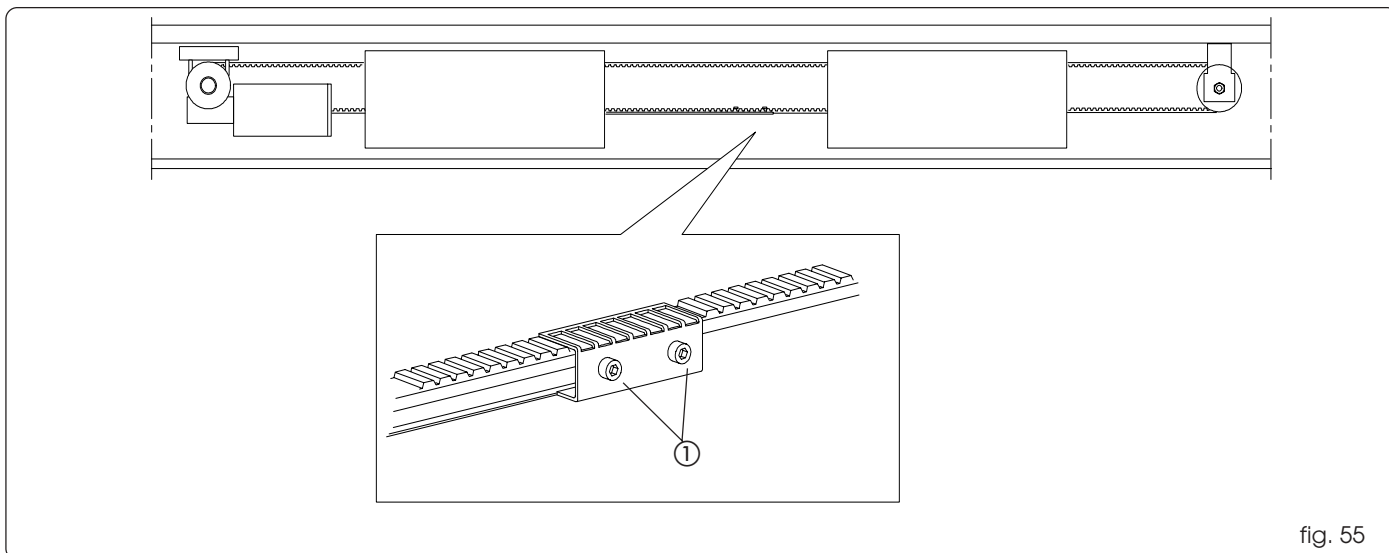

fig. 55
Il modulo di azionamento, viene fornito con una sola asta di movimentazione già fissata alla cinghia, collegata sempre al ramo inferiore e rivolta verso sinistra (fig. 55).
Nel caso di porte anta singola apertura sinistra è necessario allentare le due viti di bloccaggio (fig 55 rif. ①) e portare manualmente l'asta di movimentazione verso destra.